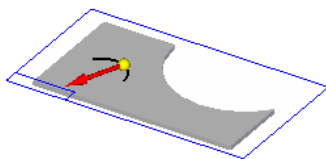
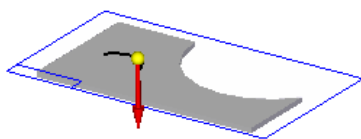

图 5.1.11 定义移除材料侧
图 5.1.12 定义移除方向
Step4. 定义除料属性。在“法向除料”命令条中,单击“侧步骤”按钮,定义移除材料侧如图 5.1.11 所示,单击“厚度剪切”按钮和“全部穿透”按钮;并将除料方向调整至图 5.1.12 所示的位置后,单击鼠标左键。